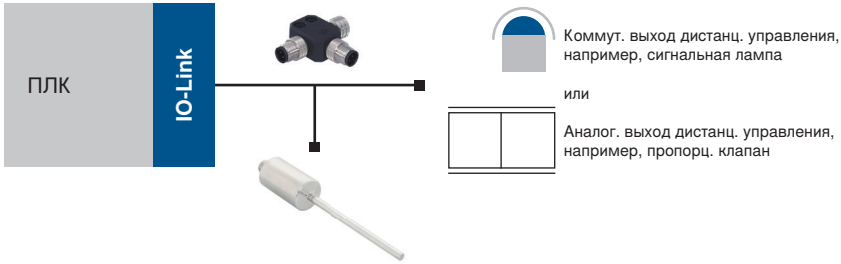

Рис. 1: Подключение датчика с выходом дистанционного управления
- Кабельная разводка и подключение см. ниже (рис. 1 и 2).